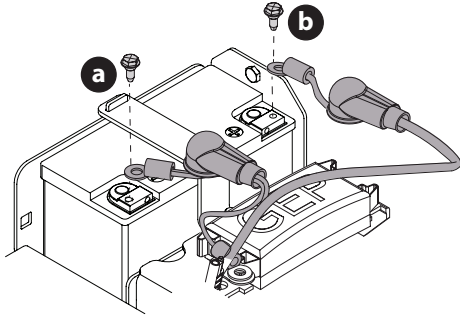

Fig. 21
NOTA: el borne positivo de la batería está marcado como POS. (+) (a). El borne negativo de la batería está marcado como NEG. (–) (b) (Fig. 21).
NOTA: si el cable positivo de la batería (c) ya está conectado, siga con el paso 4 (Fig. 21).
2. Deslice el manguito rojo (d) para retirarlo del borne positivo de la batería (a) y conecte el cable rojo (c), con el perno de montaje vertical (e) (Fig. 21).
3. Coloque el manguito rojo (d) sobre el borne positivo de la batería (a) para aislarlo y protegerlo contra la corrosión (Fig. 21).
4. Deslice el protector negro (g) del terminal negativo de la batería (b) y fije el cable negro (f) al terminal negativo de la batería (b) con el tornillo de montaje vertical (e) (Fig. 21).
5. Coloque el protector negro (g) sobre el borne negativo de la batería (b) para aislarlo y protegerlo de la corrosión (Fig. 21).